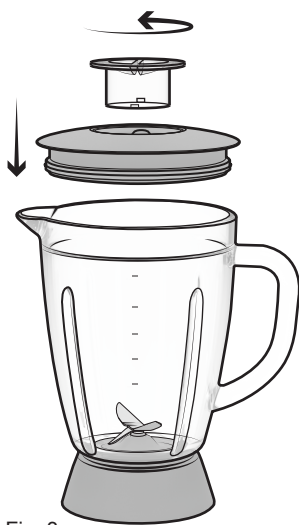

Fig. 3
6. Collocare il gruppo caraffa con le sue aperture rivolte verso l'alto. Avvolgere la guarnizione 1 intorno alla parte inferiore del coperchio e mettere il coperchio sul gruppo caraffa. Collocare il misurino nel coperchio, inserendo la piccola parte sporgente su entrambi i lati del misurino negli alloggiamenti del coperchio. Quindi, ruotare il misurino in senso orario fino a che non è serrata. (Cfr. Fig. 3)